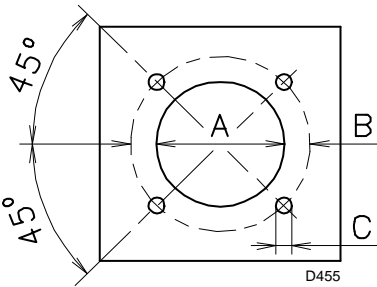

图 11
按图 11 所示, 在炉膛锁板上钻孔。可以用随燃烧器附带的隔热垫定位螺纹孔的位置。
- 将燃烧器整体放置于已操作完成的锅炉安装孔上, 见图 11, 拧紧随附的螺丝。